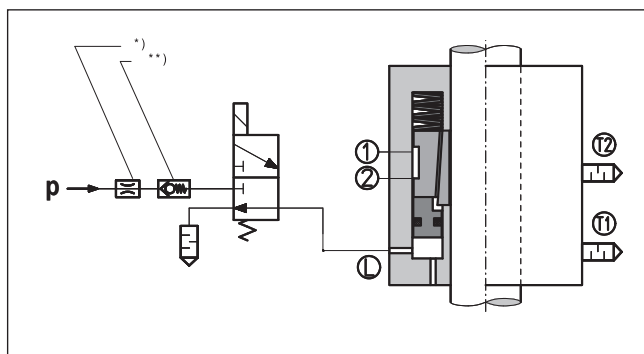

図2: 空圧配管の概略図
3ページ図2「空圧配管の概略図」の回路を参考に配管していただければ、ほとんどのアプリケーションにてご使用いただけます。ロッキングユニットKFPDのクランプ・アンクランプは、3/2方向制御弁にてコントロールできます。クランプさせるためには、ポートLを解放します。逆に、アンクランプさせるためには、ポートLに油圧を供給します。
- * ロッキングユニットへの圧力供給時にインパクトノイズが発生した場合は、図2のpライン上にあるフローコントロールバルブを調整することで解消できることがあります。
- ** 圧力が一定でない（ダウンストロークに切り替わる時に圧力が低下するなど）場合、図2のpラインにチェックバルブ（逆止弁）の配置を推奨いたします。